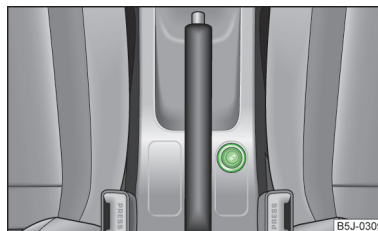

Fig. 63
- » Apăsați capul brichetei » fig. 63.
În consola centrală față » fig. 63 la pagina 71.